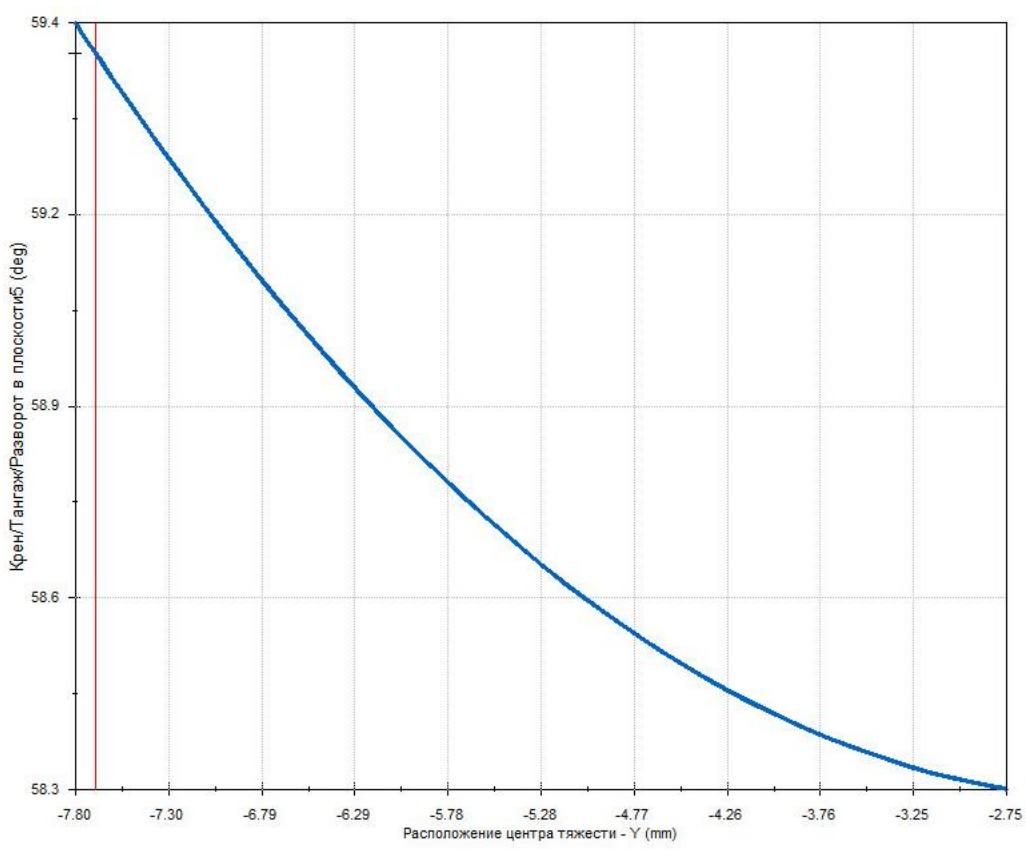
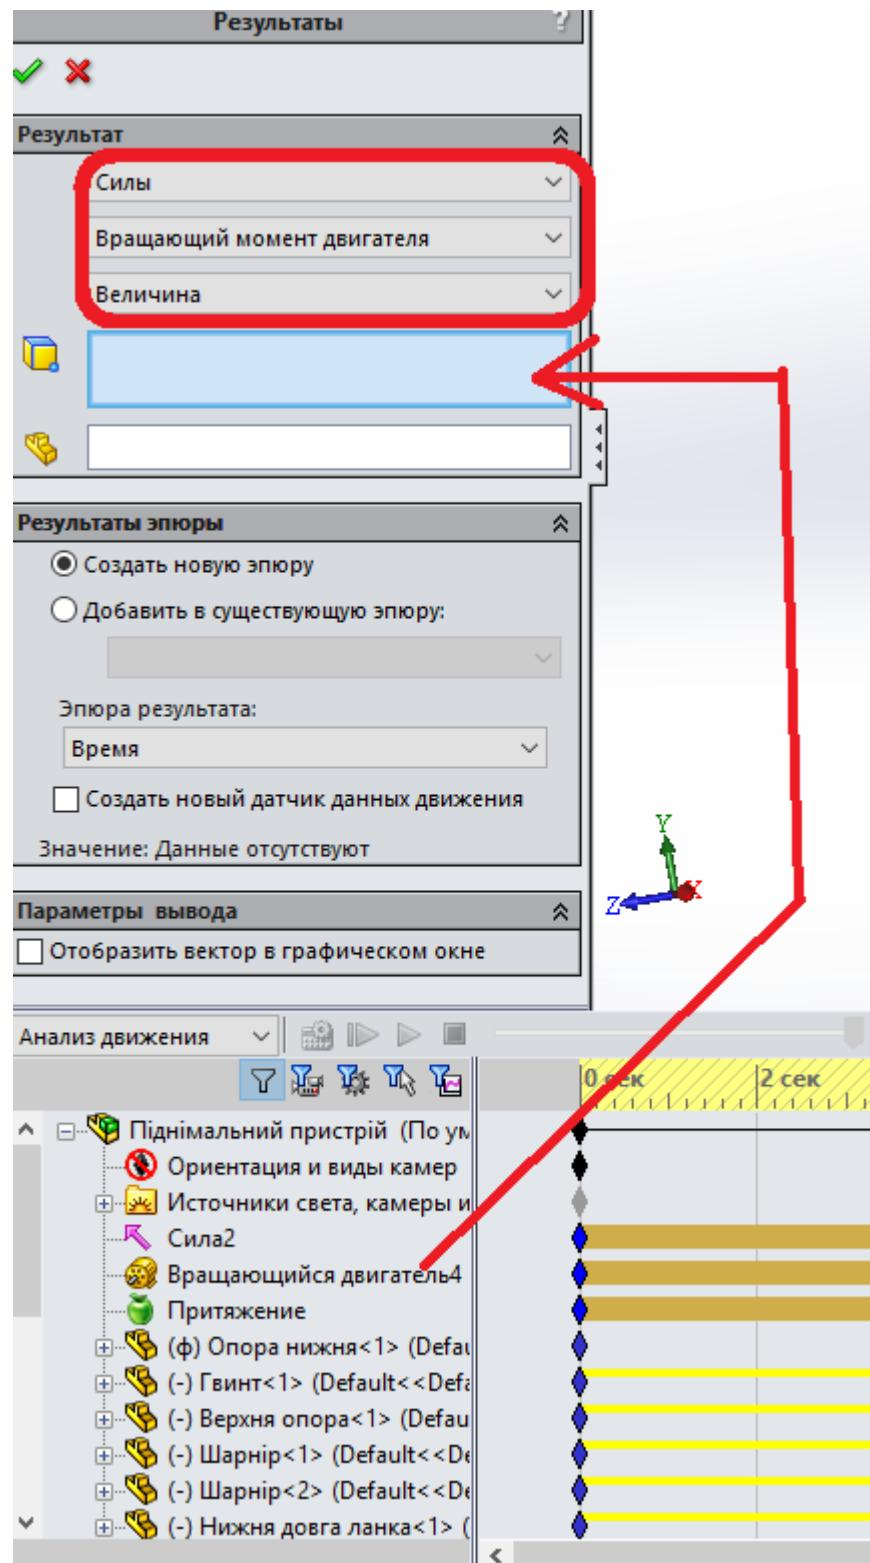
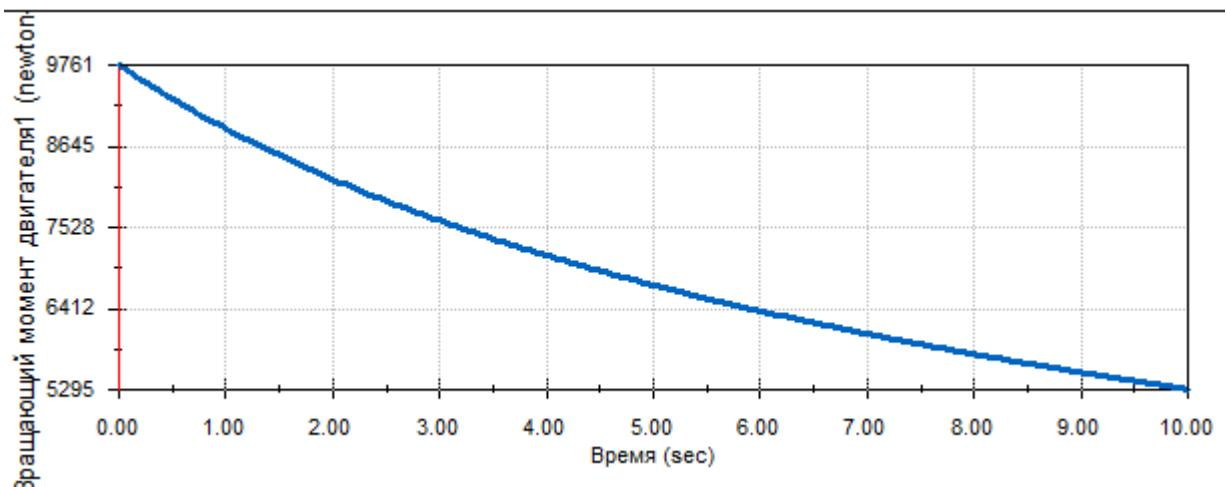
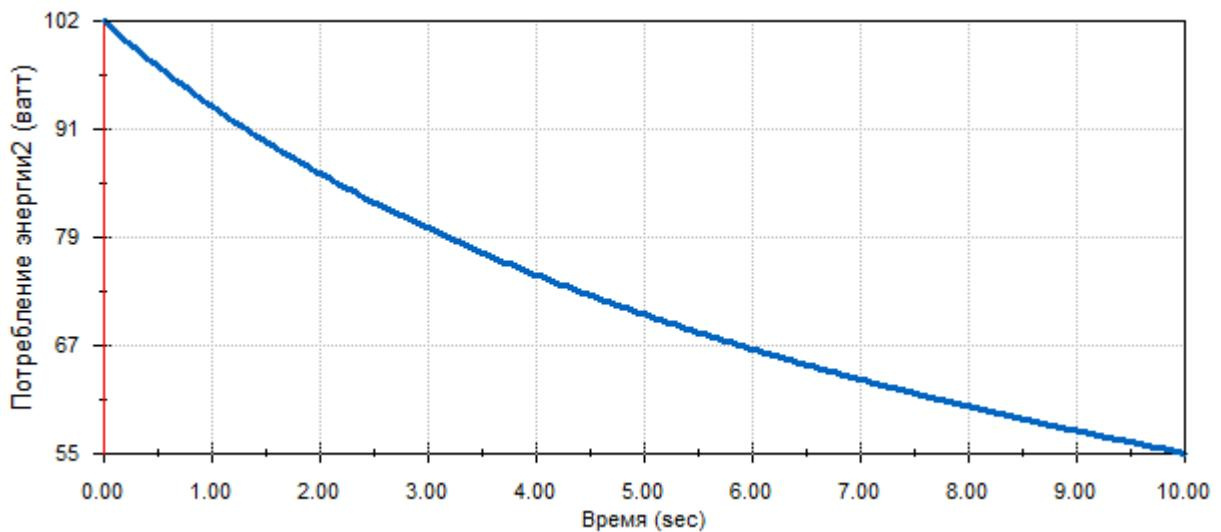

Рис. 8. Графічна залежність **Toe angle** від вертикального переміщення центра маси колеса.
Рис. 7. Побудова епюри крутного моменту двигуна
Рис.8. Графік залежності крутного моменту двигуна від часу
Рис.9. Графік залежності споживання потужності двигуном
- Редагуйте останню епюру, в полі «**Эпюра результата**» вибрати «**Новый результат**», вибрати категорію «**Перемещение/Скорость/Ускорение**» та під категоріюю «**Позиция центра тяжести**», визначити «**Y – составляющая**» для «**Позиция центра тяжести**» (див. рис.7). В якості грані деталі для результату виберіть ту саму грань, що для першої епюри. Графік залежності **Toe angle** від вертикального переміщення центра маси колеса відображеній на рис.8.
2.6. Аналіз результатів. Натиснути **Результаты** → категорія **Сили** → підкатегорія **Вращающий момент двигателя** → вибір результуючого компоненту **Величина**, обрати обертовий двигун, як це показано на рис.7. Натиснути **Ок**. Результат відображенний на рис. 8.
2.7. Натиснути **Результаты** → категорія **Импульс/Энергия/Сила** → підкатегорія **Потребление энергии** → обрати обертовий двигун, як це показано на рис.7. Натиснути **Ок**. Результат відображенний на рис. 9.